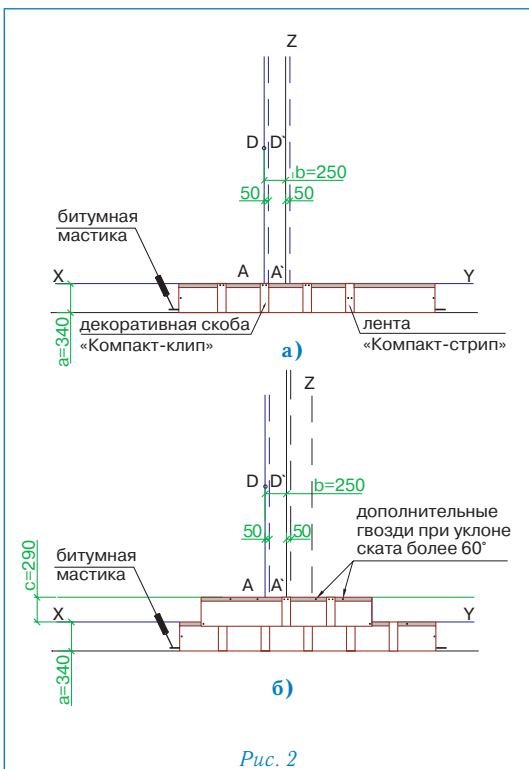

Рис. 2
Укладка материала (рис. 2)
- укладка черепицы начинается от линии AD, при этом ее верхний край выравнивается по линии XY (рис. 2а);
- листы первого ряда укладываются встык и фиксируются двумя гвоздями по центру коротких сторон на расстоянии 2 см от края (рис. 2а);
- правая сторона скобы «Компакт-клип» выравнивается по линии A'D' и фиксируется двумя гвоздями через специальные отверстия (рис. 2а);
- листы второго ряда черепицы укладываются от линии Z, их нижний край выравнивается по линии, параллельной XY; каждый лист фиксируется двумя гвоздями в 2,5 см от нижней стороны; стыки и середина каждого листа закрываются декоративными скобами «Компакт-клип», которые также фиксируются двумя гвоздями (рис. 2б);
Каждый лист ПРЕСТИЖ КОМПАКТ МИНИ закрепляется шестью гвоздями, в соответствии с рекомендациями, приведенными выше (рис. 2б).
При укладке материала на скатах с уклоном более 60° каждый лист дополнительно фиксируется двумя гвоздями в верхней части (рис. 2б).